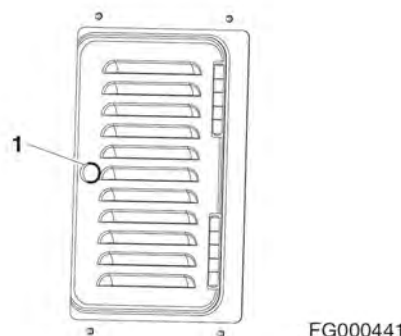

Рис. 57
2. Открыть крышку, повернув ручку (1, рис. 57) в задней части кабины.